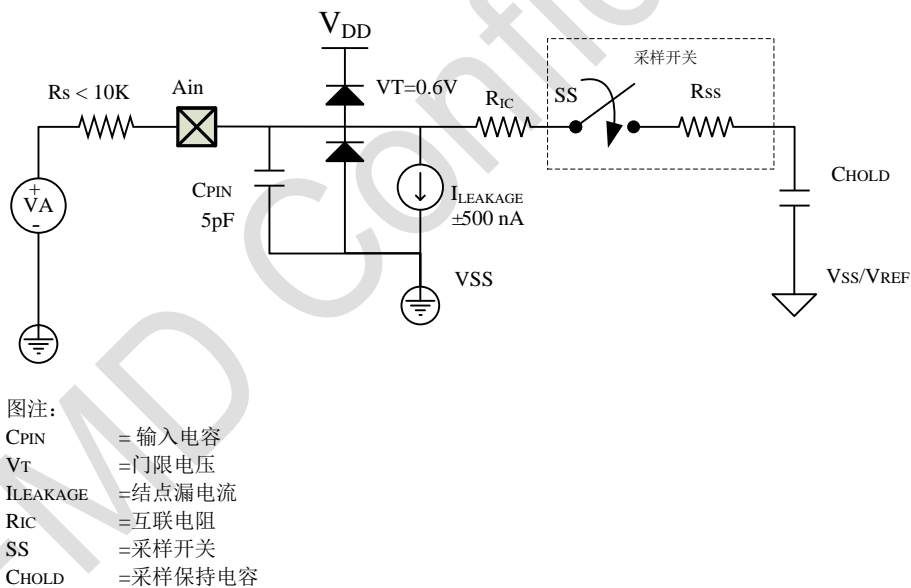

图 12.6 模拟输入模型
为了使 ADC 达到规定的精度，必须使充电保持电容 (CHOLD) 充满至输入通道的电平。模拟输入模型请参见图 12.6。源阻抗 (RS) 和内部采样开关 (RSS) 阻抗直接影响电容 CHOLD 的充电时间。采样开关 (RSS) 阻抗随器件电压 (VDD) 的变化而变化，参见图 12.6。建议模拟信号源的最大阻抗为 10kΩ。采集时间随着源阻抗的降低而缩短。在选择 (或改变) 模拟输入通道后，必须在开始转换前完成采集。